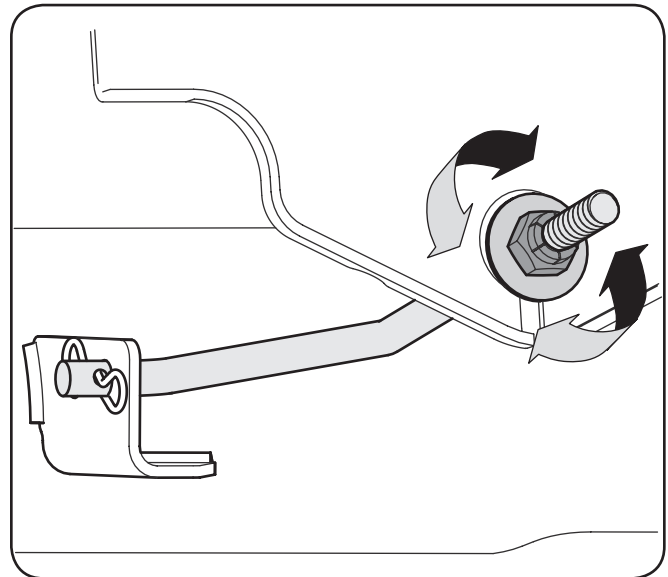

Figura 6-4
3. Localice la contratuerca y la tuerca de seguridad que se encuentran en la parte delantera de la ménsula estabilizadora. Vea la Figura 6-4. Después de aflojar la contratuerca: